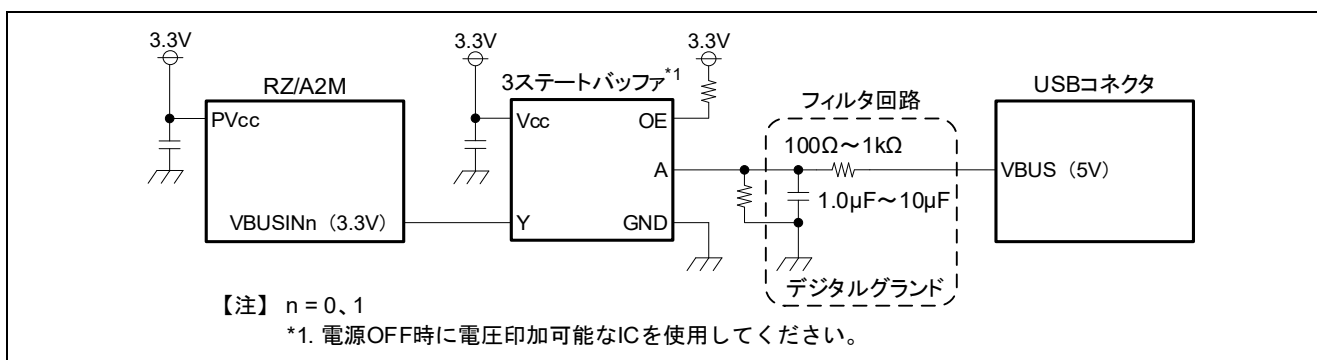

図 5.2 ファンクションコントローラ VBUS 回路例
- RZ/A2M をファンクションコントローラとして使用する場合、RZ/A2M の電源が OFF のときに USB ホストモジュールが接続されると、RZ/A2M の VBUSIN 入力端子に絶対最大定格*1 を超過した電圧が印加され、LSI の永久破壊となる可能性があります。これを避けるため、図 5.2 に示す保護回路を参考に、RZ/A2M を保護してください。